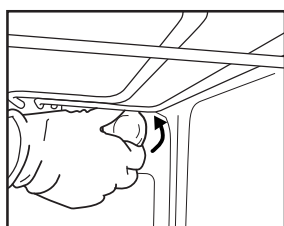

Bild 6
2. Skruva ur lampskyddet (Bild 6), byt ut glödlampen (se notering för typ av lampa) och skruva tillbaka lampskyddet.